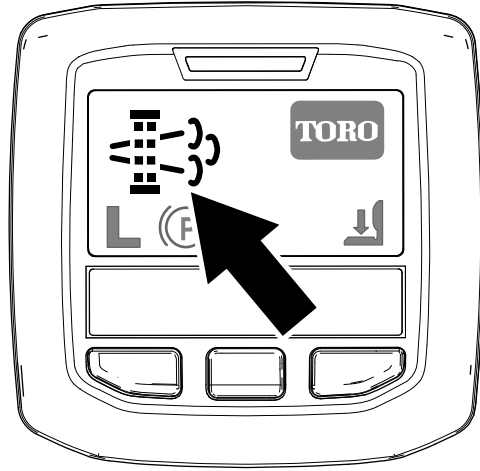

Figure 41
- L'icône de régénération en stationnement s'affiche dans l'InfoCenter (Figure 41).